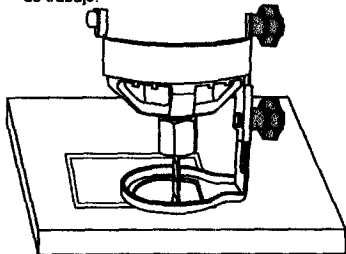

Fig. 7
7. Cuando el motor alcance la velocidad debida, mueva lentamente la herramienta a una posición derecha, dejando que la broca corte la pieza de trabajo (ver la fig. 7). Cuando la herramienta esté derecha y la broca haya perforado la pieza de trabajo, mueva lentamente la herramienta en **sentido horario** con una presión pareja para hacer el corte.